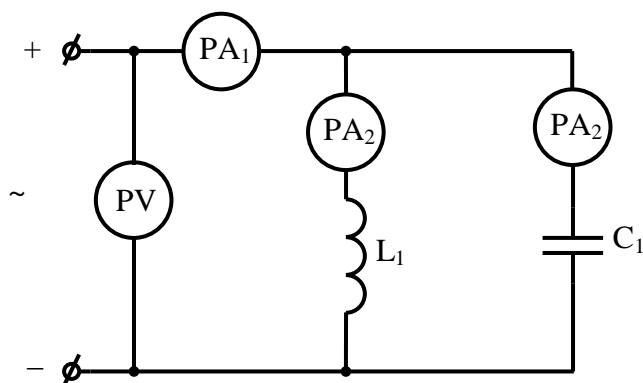

Рисунок 14.1 – Схема для исследования резонанса токов
3. Рисунок 14.1 – Схема для исследования резонанса токов.